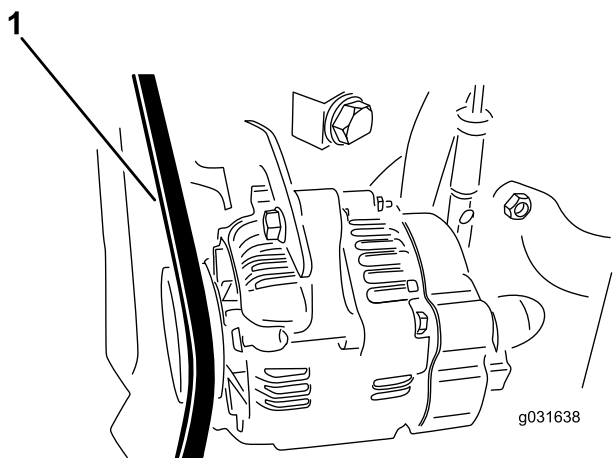

Figure 58
2. Appliquez une force de 30 N sur la courroie d'alternateur à mi-chemin entre les poulies (Figure 58).